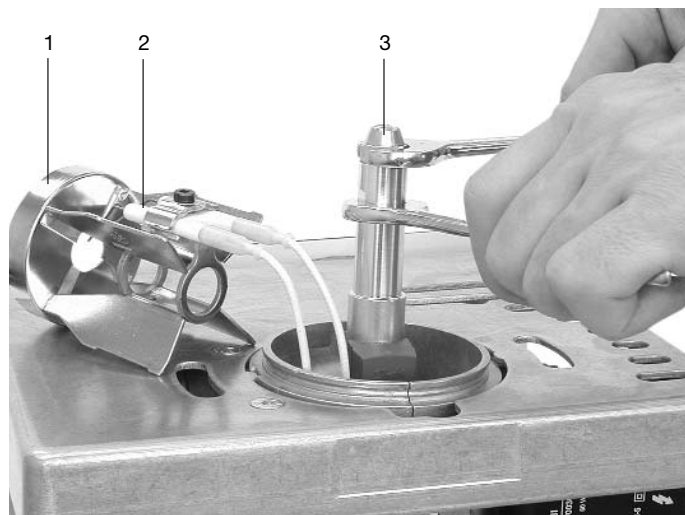

Abbildung 9 / Figure 9
- Zum Düsenwechsel Serviceposition wählen (siehe Abb. 9).
- Schraube 2 mit Innensechskant-Schlüssel 4 mm lösen und Stauscheibe 1 abnehmen (siehe Abb. 9).
- Vorhandene Düse 3 entfernen und gewählte Düse einschrauben (siehe Abb. 9).
- Select the service position for nozzle change (see fig. 9).
- Loosen screw 2 using a 4 mm hexagon socket wrench and remove the baffle plate 1 (see fig. 9).
- Remove present nozzle 3 and screw on the selected nozzle (see fig. 9).